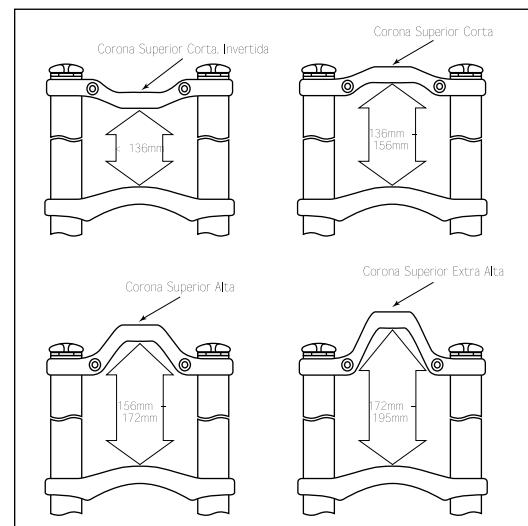

Fig. 2
- Quizás necesite recortar el tubo de dirección para que tenga una longitud adecuada. Para recortar el tubo de dirección, deberá retirar los tubos superiores. Si no lo hace, los tubos superiores estorbarán al recortar el tubo de dirección a la longitud adecuada. La longitud del tubo de dirección viene determinada por las siguientes partes: Longitud de anclaje en el tubo de dirección de la corona superior XL, longitud de anclaje del tubo de dirección en la potencia, y altura del conjunto de dirección superior e inferior (ver Fig. 2). Para facilitar el montaje, no instale la corona superior XL en los tubos superiores sin antes recortar el tubo de dirección a la longitud adecuada y apretar la corona inferior en la posición requerida. SUGERENCIA: MIDA DOS VECES Y CORTE DE UNA SOLA VEZ.